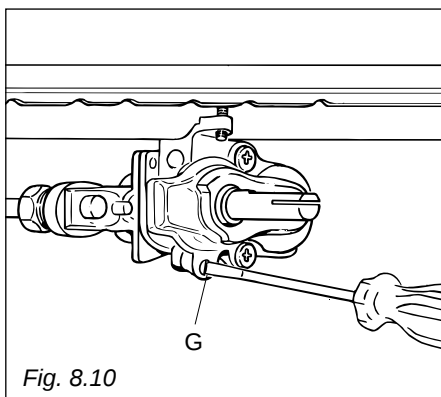

Fig. 8.10
- enlever la manette et avec un tourne-vis "G" dévisser d'environ 3 tours la vis bypass (Fig. 8.10), en passant à travers l'ouverture du tableau de bord;
- après avoir enlevé la manette à nouveau en veillant à ne pas faire tourner la tige du robinet, fermer doucement la vis bypass "G" (Fig. 8.10) jusqu'à l'obtention d'une flamme de 3-4 mm de long.